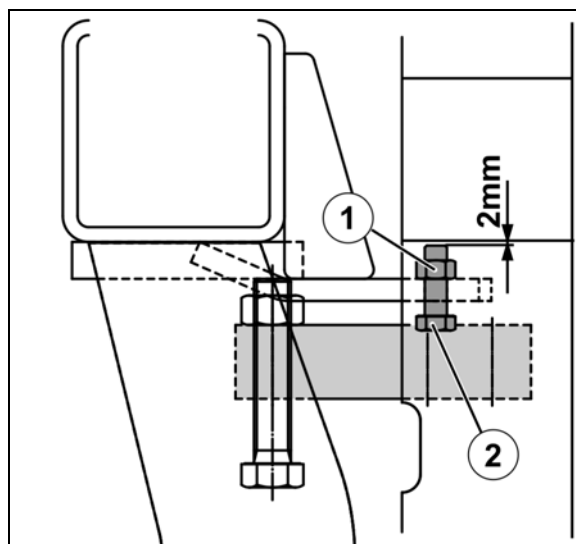

図 56
制限ボルト (図 56/2) は図に従い、2 mm のあそびができるように調節します。
1. ロックナット (図 56/1) を外します。
2. 制限ボルト (図 56/2) を設定します。
3. ロックナット (図 56/1) を締め付けます。